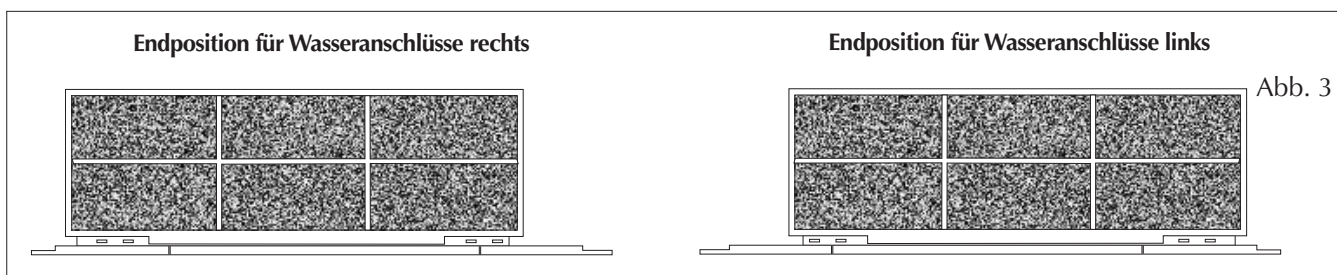
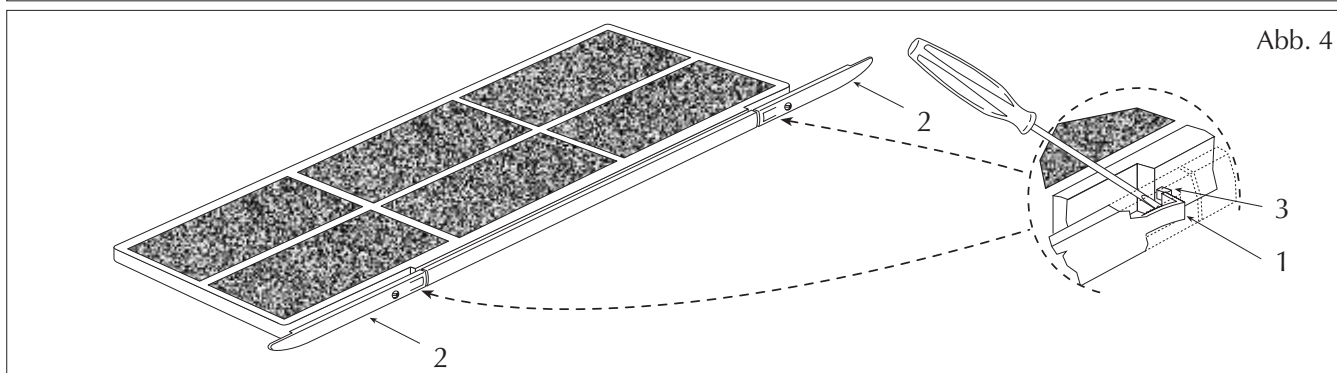

Abb. 3
Abb. 4
- das Schutzblech der Batterie (ausgenommen Modelle FCX-AS) und, falls vorhanden, die Kondensatauffangschale abnehmen (3);
- das Batterieverschlussblech (4) durch Lösen der Schrauben abnehmen;
- die Befestigungsschrauben (5) der Batterie lösen und sie herausnehmen;
- die Vorstanzungen (6) von der rechten Seite abnehmen;
- die Batterie (5) drehen und mit den zuvor abgenommenen Schrauben befestigen;
- das Verschlussblech (4) wieder anbringen und mit den Schrauben befestigen, die mitgelieferten Plastikstöpsel (7) in die freigewordenen Öffnungen einsetzen; sämtliche Wannen sind mit beidseitigem Kondensatablauf ausgeführt. Bei vertikaler Installation ist zum rechtsseitigen Kondensatablauf der Ablaufanschluß (8) nach rechts zu versetzen.
- ist die Versetzung des Kondensatablasses auf die rechte Seite erforderlich, müssen die Wannenablässe (3), falls vorhanden, umgekehrt werden und der Ablaufanschluß (8) nach rechts versetzt werden;
- die elektrischen Anschlüsse an der rechten Seite herausziehen, die Vorstanzung entfernen und den Kabeldurchgang (9) von rechts nach links versetzen;
- die elektrischen Anschlüsse durch den Kabeldurchgang führen (9) und nach links versetzen;
- das Klemmenbrett (10) und die Erdungsbrücke (11) nach links versetzen;
- den Luftfilter an die neue Konfiguration anpassen; hierzu die Position der externen Halterung gegenüber dem Filterrahmen (Abb. 3) durch Druck mit einem Schraubenzieher auf die Feder (1 Abb. 4) verändern, gleichzeitig die externe Halterung (2) verschieben, bis die Feder über die Klinke herausragt (3). Die Feder loslassen, die Position zwischen Halterung/Filter muß der in Abbildung 3 angegebenen Position entsprechen. Es wird darauf hingewiesen, daß auch die Sockel umzukehren sind, da die Anschlußhalterung des Gerätes in bezug auf das Verkleidungsmöbel nicht zentral angebracht ist.